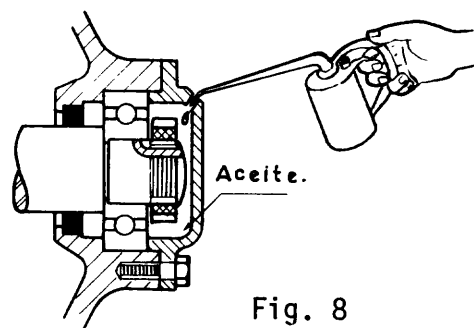

Fig. 8
- b) con aceite, cuando hubiera caja y reten para evitar el escurrimiento del lubricante (fig. 8).